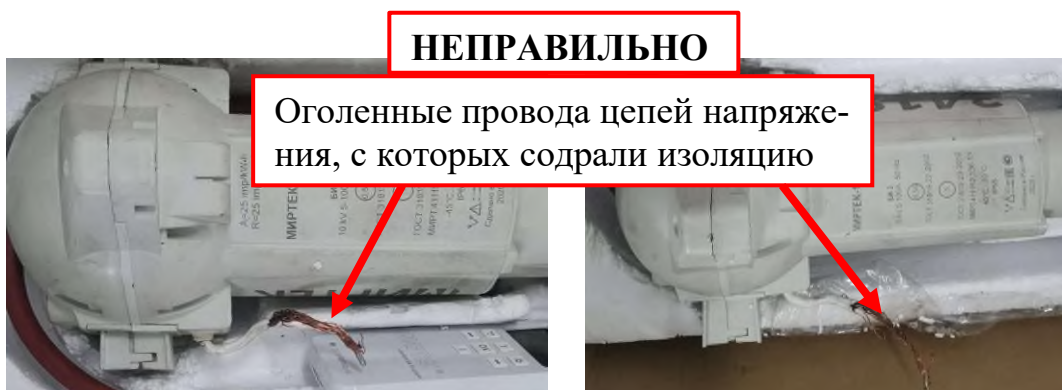

Рис. 24 – Недопустимая порча изоляции провода цепи напряжения БИ 1 и БИ 2.
6.1. Открутить гайки на зажимах, обеспечивающих подключение цепей напряжения прибора к фазным проводам линии. При этом зажимы для повторного использования не предусмотрен. Зажимы являются расходным материалом и рассчитаны на однократное подключение. В то время, как провод цепей напряжения является частью конструкции прибора. Поэтому снимать зажим с провода цепей напряжения прибора необходимо, полностью раскрыв зажим, и аккуратно сняв его с провода, не повреждая изоляцию провода (при этом на изоляции останутся небольшие проколы), рис.24.